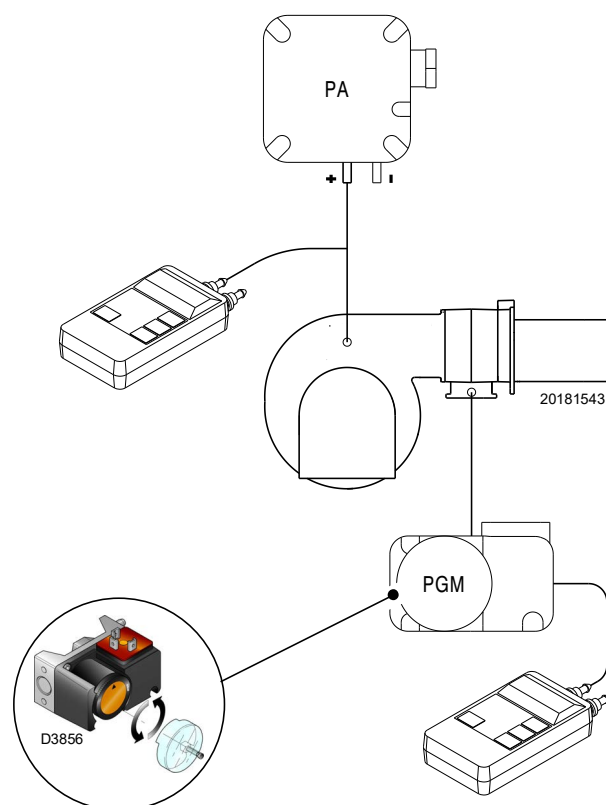

Fig. 32
- Reglați comutatorul de presiune maximă a gazului (Fig. 32 la pag. 35) la sfârșitul scalei.
Efectuați reglarea comutatorului de presiune maximă a gazului (Fig. 32) după efectuarea tuturor celorlalte reglaje ale arzătorului, cu comutatorul de presiune maximă a gazului setat la sfârșitul scării.